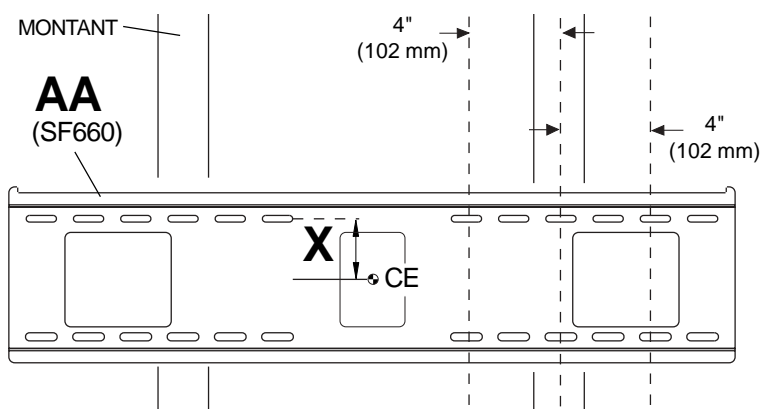
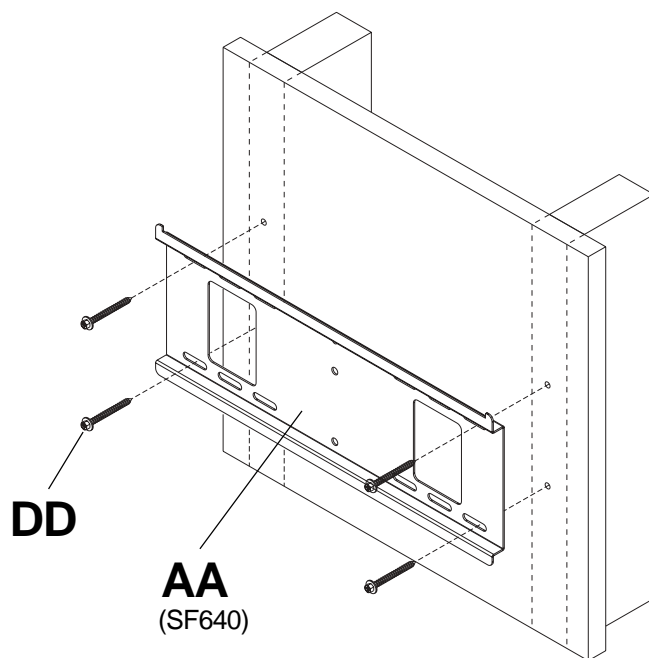

fig. 1.1
fig. 1.2
- 1** La plaque murale (**AA**) peut être montée sur deux montants espacés de 40 cm (16 po). Utilisez un localisateur de montants pour repérer les bords des montants. L'usage d'un localisateur bord à bord est fortement conseillé. En fonction de leurs bords, tracez une ligne verticale le long du centre de chaque montant. Utilisez la plaque murale comme gabarit et placez-la sur le mur. Les fentes de montage supérieures doivent être situées au-dessus du centre de l'écran, comme indiqué par la dimension **X** sur la figure 1.1 et le tableau ci-dessous. Mettez la plaque de niveau et marquez le centre des quatre trous de montage. Assurez-vous que les trous de montage se trouvent sur les axes des montants. Percez quatre trous de 0,4 cm (5/32 po) de diamètre et de 6,5 cm (2 1/2 po) de profondeur. Assurez-vous que la plaque murale est de niveau, fixez-la à l'aide de quatre vis à bois n° 14 x 2,5 po (**DD**), comme illustré à la figure 1.2.
REMARQUE : La plaque murale peut être décentrée d'un maximum de 10,2 cm (4 po), comme illustré à la figure 1.1.
- 1** Assurez-vous que la plaque murale (AA) est de niveau, utilisez-la comme gabarit pour marquer les quatre trous de montage. Les fentes de montage supérieures doivent se trouver au-dessus du centre de l'écran, comme illustré par la dimension X ou X2 sur la figure 1.1 et 1.3 et les tableaux des pages 4 et 5. Percez quatre trous de 0,6 cm (1/4 po) de diamètre à une profondeur minimum de 6,4 cm (2,5 po). Insérez les ancrages (EE) dans les trous au ras du mur, comme illustré (à droite). Placez la plaque murale sur les ancrages et fixez avec des vis n° 14 x 2,5 po (DD). Mettez-la de niveau, puis serrez toutes les fixations. **REMARQUE :** Pour un matériel pesant plus de 91 kg (200 lb), le montage de la plaque murale exige six trous et six jeux de fixations.